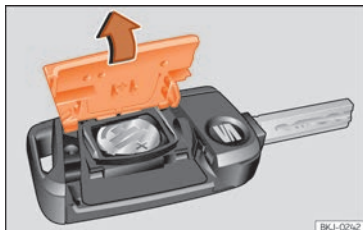

Fig. 132 Llave del vehículo: apertura de la tapa del compartimento para la pila.
- Retire la tapa en la parte trasera de la llave del vehículo » » » fig. 132 en la dirección de la flecha » » » ❶.
- Coloque la tapa tal como se muestra » » » fig. 132 y presiónela en la carcasa de la llave del vehículo en sentido contrario a la flecha hasta que encastre.
❶ CUIDADO